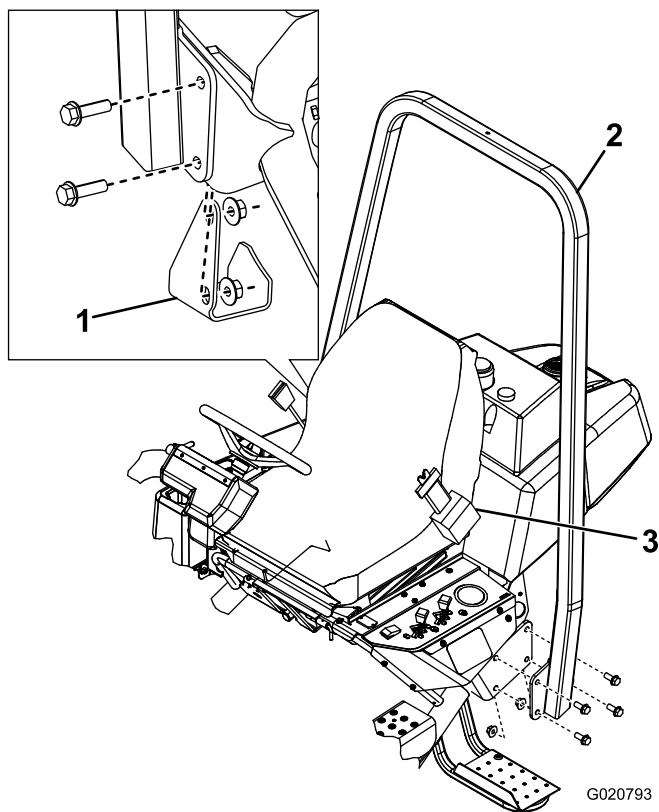

図 6
- ROPS フレーム (図 6) を取り付けブラケットの上に置いて取り付け穴をそろえる。